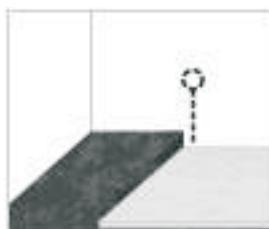

Рис.7
- Уложите теплоизолирующий материал (Рис.7).
- Насыпьте слой песка 5 см, полейте его водой и уплотните (Рис.7).